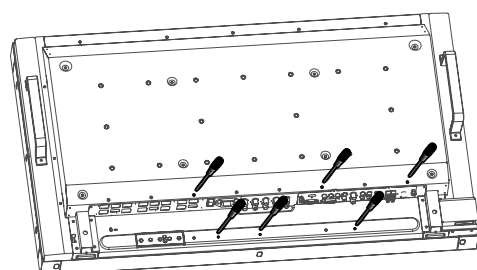

Figura 4
- Rimuovere le sei viti (Figura 4).